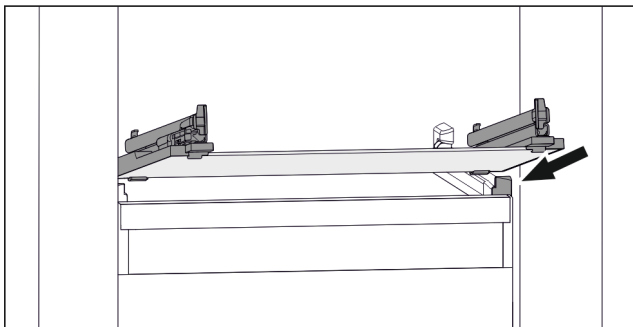

Fig. 47 Eksempel på fremstilling av glassplaten
- ▶ Sett glassplaten på skrå bak stopperne. (se Fig. 47)